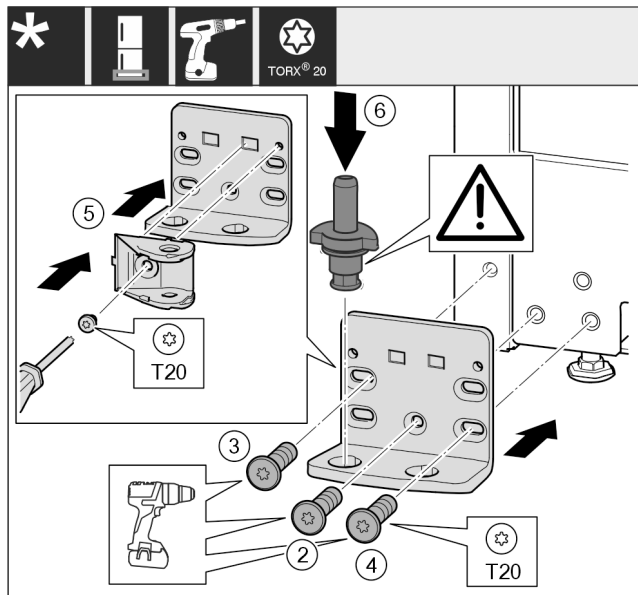

Fig. 49 *
- ▶ Applicare la staffa di supporto sull'altro lato e avvitare con l'aiuto di un cacciavite. Iniziare dalla vite Fig. 49 (2) in basso al centro.*
- ▶ Stringere la vite Fig. 49 (3) e la vite Fig. 49 (4).*
- ▶ Ruotare di 180° il collegamento dell'ammortizzatore di chiusura Fig. 49 (5). Sull'altro lato del blocco di supporto avvitare con un cacciavite.*
- ▶ Inserire completamente i perni di supporto Fig. 49 (6). Facendo ciò assicurarsi che la camma di arresto sia rivolta all'indietro.*